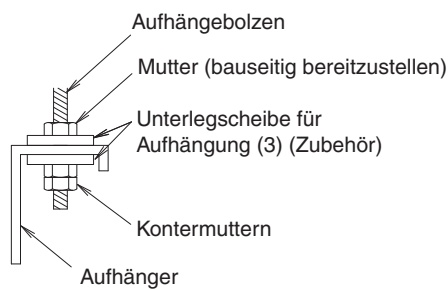

Abb. 10
- Befestigen Sie die Aufhängung am Aufhängebolzen. (Siehe Abb. 10)**